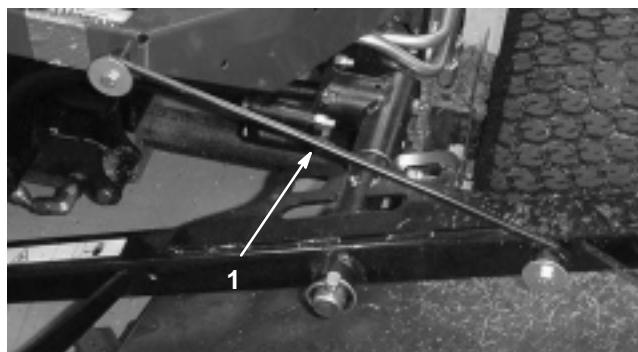

Figure 8
4. Dégarez la barre de verrouillage (Fig. 8) de son point de retenue sur le bâti porteur avant.
5. Soulevez l'extérieur des plateaux de coupe avant et placez le verrou par-dessus l'axe du bâti monté sur l'avant de la plate-forme de conduite (Fig. 8).